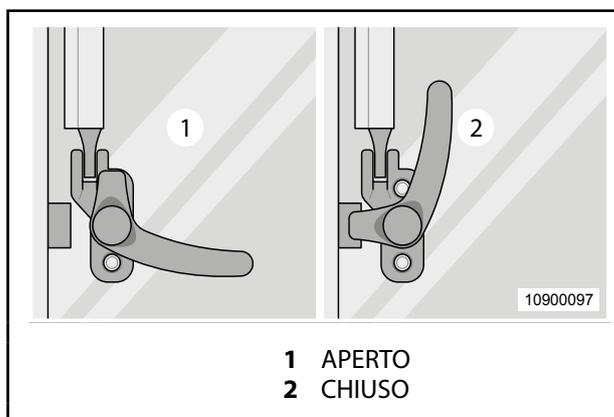

Fig. 22 Bloccaggio espositore
2. Girare la leva di bloccaggio dell'espositore anche nella posizione „APERTO“ (Fig. 22, Pos. 1).
2. Girare la leva di bloccaggio finestrino nella posizione „CHIUSO“ (Fig. 22, Pos. 2).
3. Girare la leva di bloccaggio dell'espositore anche nella posizione „CHIUSO“ (Fig. 22, Pos. 2).